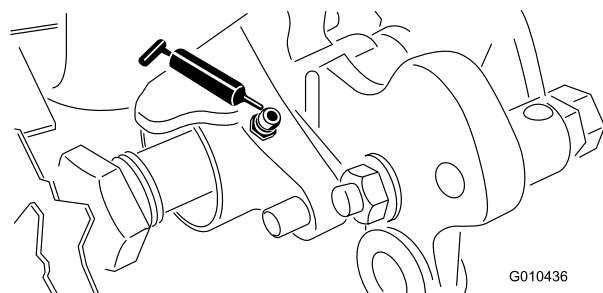
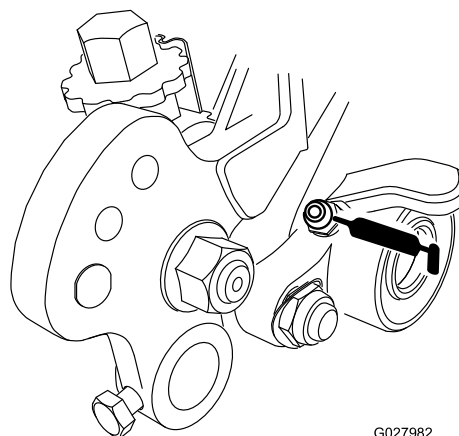

Figura 16
Figura 17
**Nota:** Lubrificate settimanalmente i cuscinetti del groomer (Figura 17 e Figura 16) o dopo ogni 10 ore di lavoro, prima di lunghi periodi di inutilizzo e immediatamente dopo ogni lavaggio.